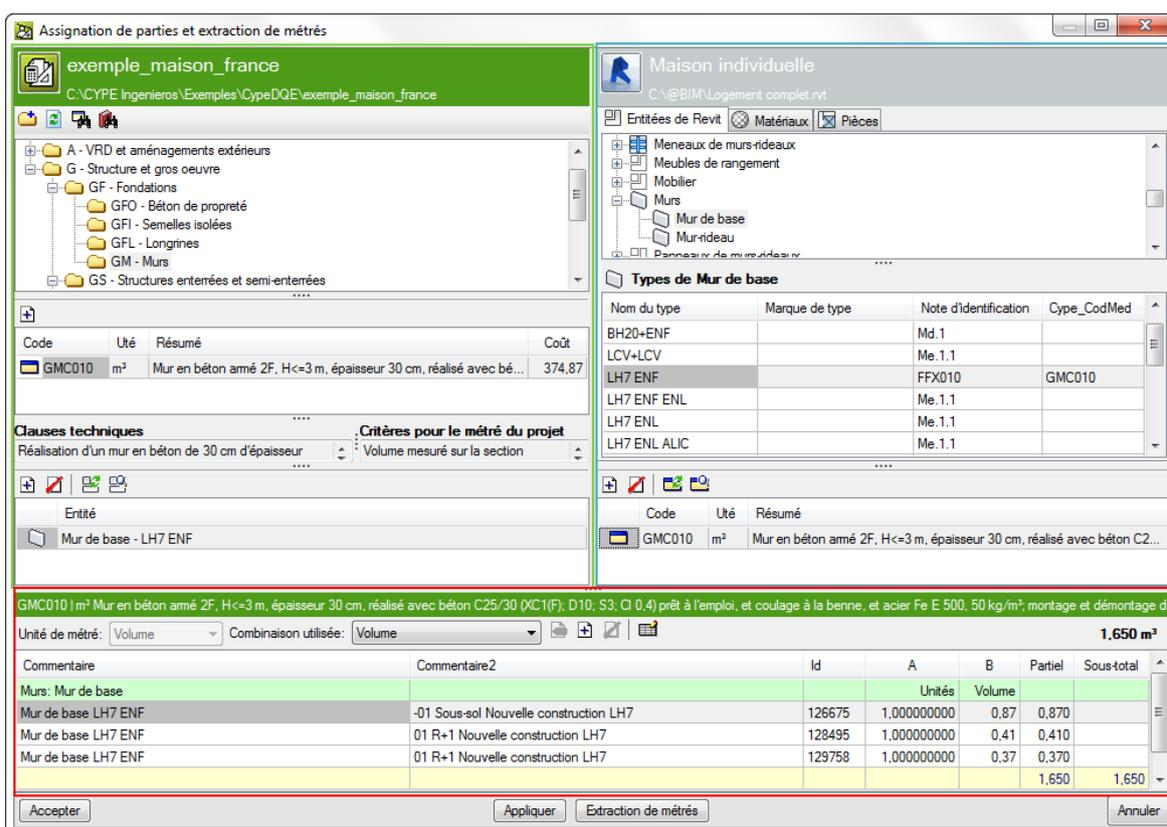

Fig. 28
La fenêtre 'Attribution de parties et extraction de métrés' Fig. 28 permet d'extraire et d'actualiser les métrés de deux méthodes de travail différentes. Cette fenêtre Fig. 28 se divise en deux parties principales qui se distinguent par leurs couleurs bleue et verte. Il y a une troisième partie qui contient le détail du métré.
- Extraire ou actualiser les métrés en liant les entités du modèle Revit aux parties du budget. La partie verte représentée par une arborescence des parties montre la structure des chapitres et des parties du budget relié au modèle Revit Fig. 28. Cette arborescence des chapitres et des parties est actualisée chaque fois qu'un changement est effectué dans la structure des chapitres et des parties de la fenêtre 'Arbre de décomposition' du budget relié au modèle Revit.
- Extraire ou actualiser les métrés en liant les parties du budget aux entités du modèle Revit. La partie de couleur bleue utilise des onglets pour montrer les entités du modèle Revit (Catégories, Types, Matériaux et pièces) comme point de départ pour lier les parties du budget aux entités du modèle Revit Fig. 28.
Le bouton 'Nouveau chapitre'  Fig. 28 permet d'ajouter des chapitres à la structure de chapitres du budget. Pour ajouter une nouvelle partie utilisez le bouton 'ajouter nouvel élément à la liste'  de la zone des parties. Il n'est pas obligatoire d'utiliser les boutons 'Nouveau chapitre' et 'Ajouter nouvel élément à la liste' de la zone des parties pour ajouter des chapitres ou des parties. Il est possible de créer un nouveau chapitre ou une nouvelle partie dans le budget de manière classique à partir de la fenêtre 'Arbre de décomposition'. Une fois qu'un chapitre ou une partie est créé à partir de la fenêtre 'Arbre de décomposition', la fenêtre 'Attribution de parties et extraction de métrés' s'actualise pour afficher le nouveau chapitre ou la nouvelle partie. Dans le cas où ils ne s'affichent pas, cliquez sur le bouton 'Actualiser' de la fenêtre 'Attribution de parties et extraction de métrés'.